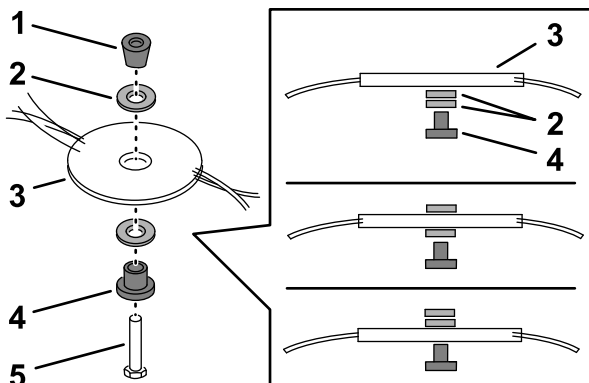

Bild 29
5. Verwenden Sie den mitgelieferten Schraubenschlüssel, um die Mähscheibe zu entfernen (Bild 29) (Schraube gegen den Uhrzeigersinn drehen) und bewahren Sie dabei alle Befestigungselemente auf.